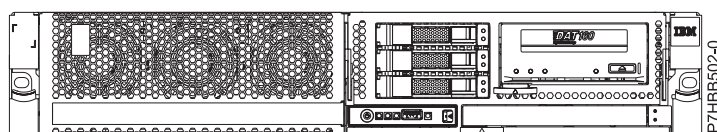

Figura 2. Painel Traseiro da Unidade de Disco com Fita
11. Remova o dispositivo de mídia, pressionando para cima e depois puxando a trava (**A**) para deslizar o dispositivo de mídia para fora do sistema. Consulte a Figura 2 ou 3 com base na configuração de seu sistema.